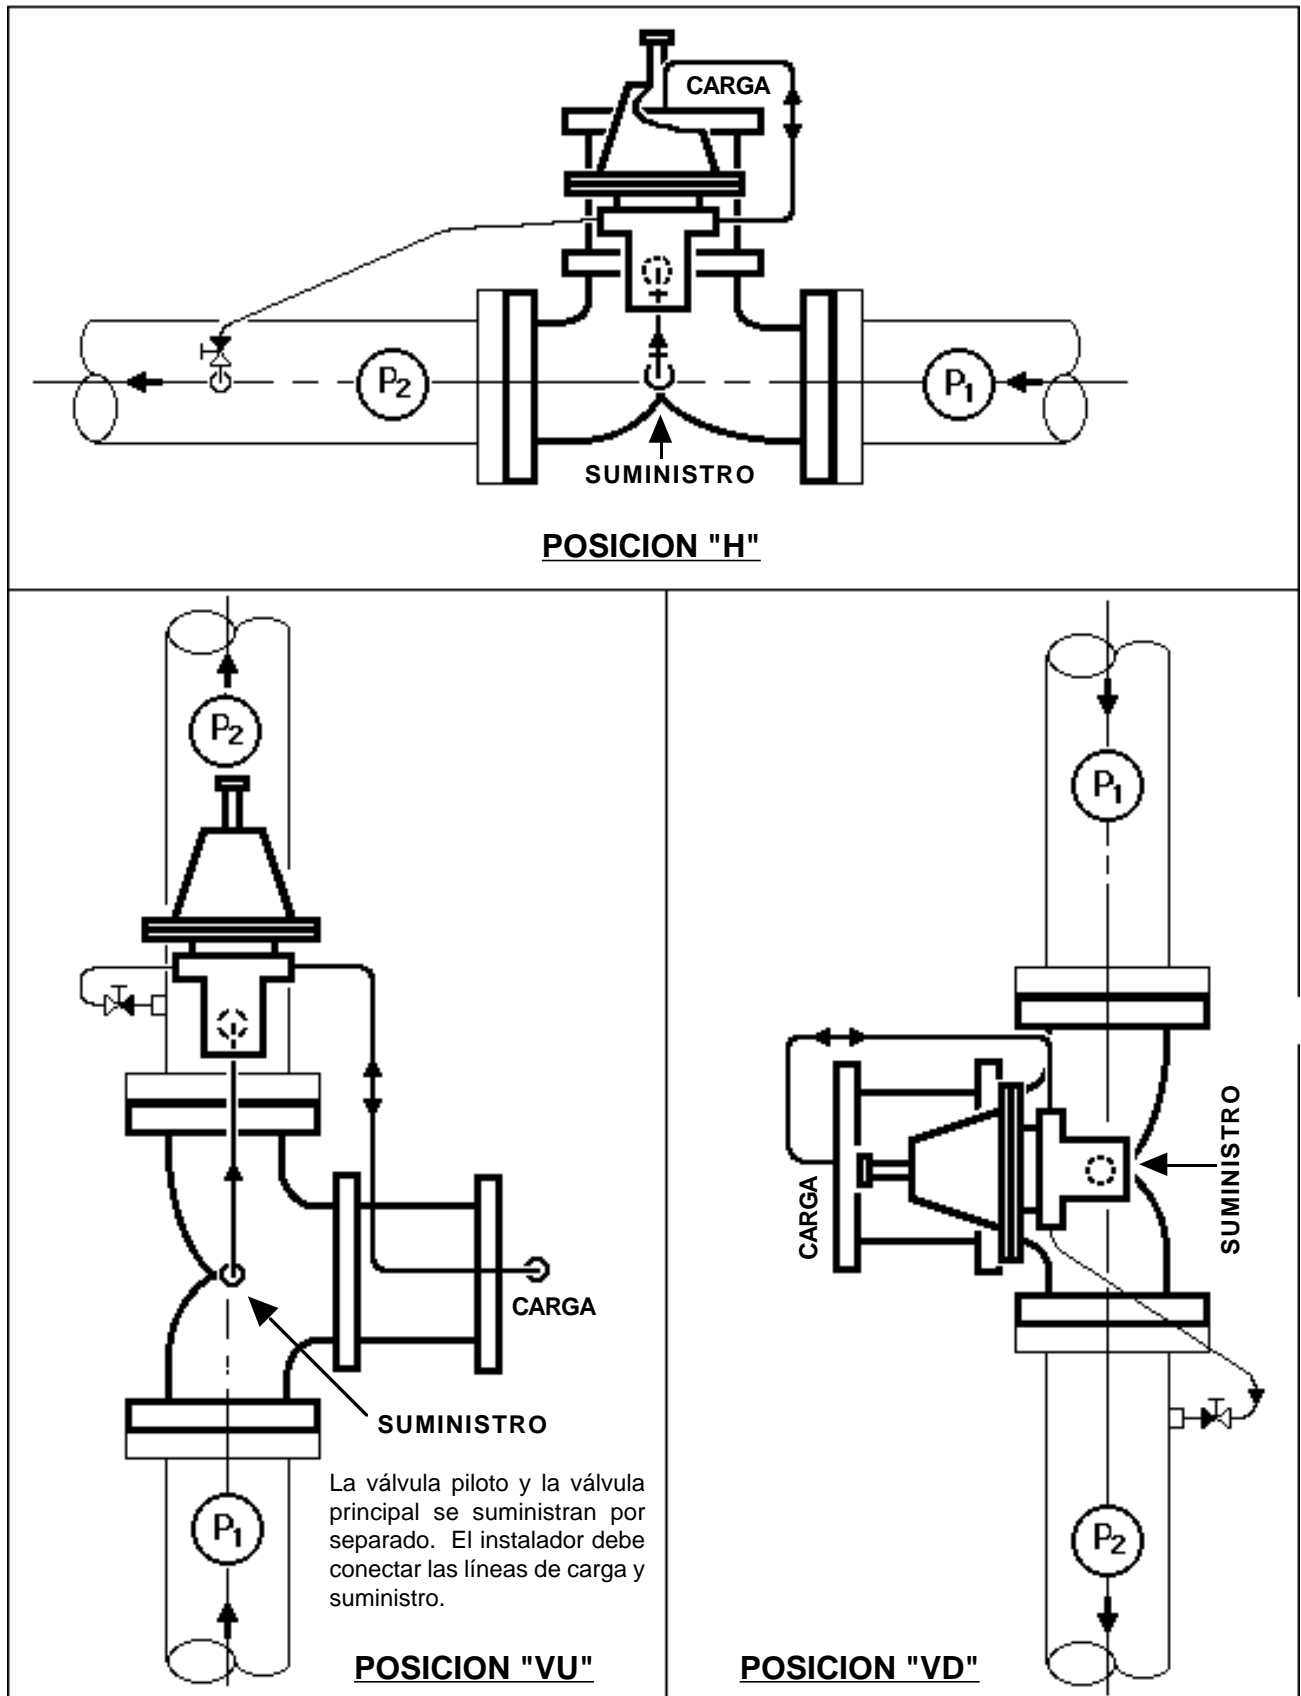

Figura 2: Arreglo / Posición
10. Vea la Figura 2 para orientaciones de instalación para tubería horizontal o vertical. Para un mejor desempeño Cashco recomienda instalar el regulador en tubería horizontal con un adecuado drenaje y trapeo.